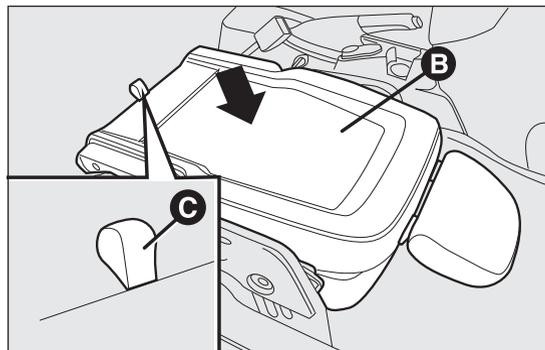

fig. 19
- actuar a continuación en el respaldo B fig. 19 pulsando hacia abajo: de esta manera, el asiento está completamente abatido sobre sí mismo en la posición "de mesa";
- tirar de la lengüeta C fig. 19 y volver a empujar el respaldo hacia abajo: de esta manera, el asiento está completamente abatido.
- sujetar la lengüeta C fig. 19 y levantar el respaldo;